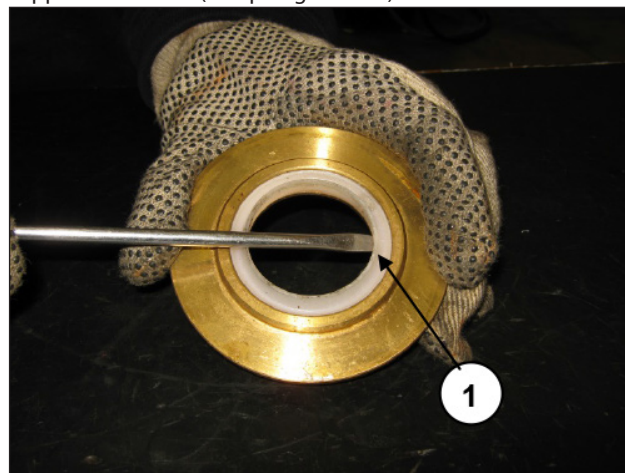

Fig. 112
Déposer maintenant le racleur en utilisant de simples outils comme indiqué rep. ①, Fig. 112, en prenant garde de ne pas détériorer le logement.